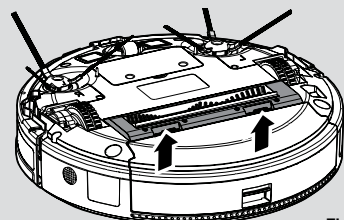

Fig. 22
2. Girare il Robot. **[Fig. 22]**